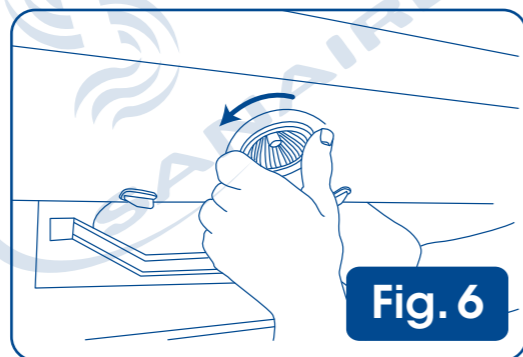

Fig. 6
3. Apoye con la otra mano desde afuera y gire hacia la izquierda hasta el primer tope. (Fig. 6)